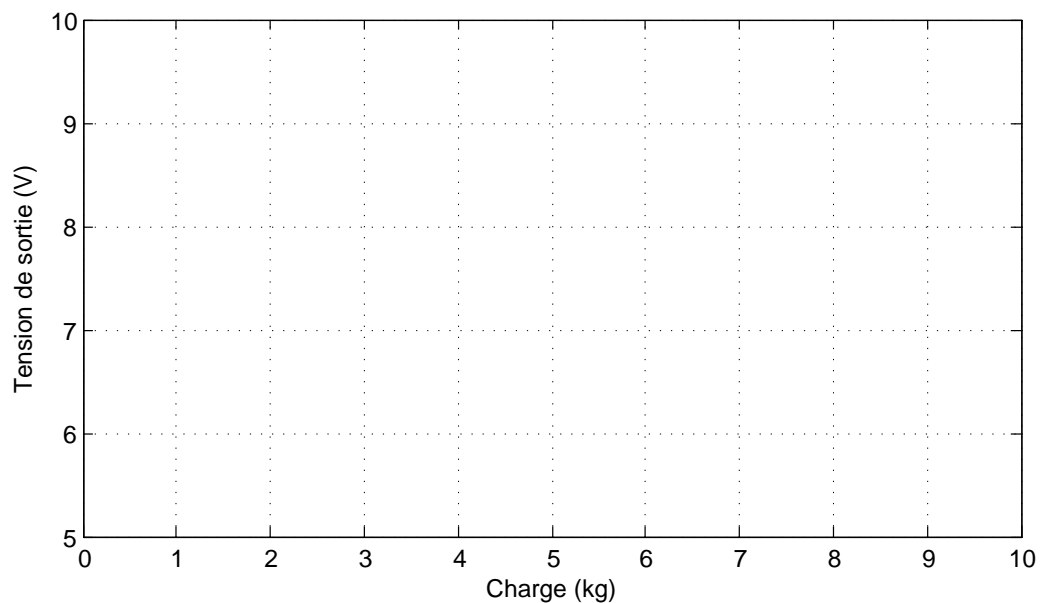

FIGURE 3: Evolution de la tension de sortie d'une cellule de pesage en fonction du poids.
3. Recopier la figure 3, ensuite utiliser la table 1 pour dessiner le graphe correspondant à la variation de la tension de sortie en fonction de la variation de la charge.